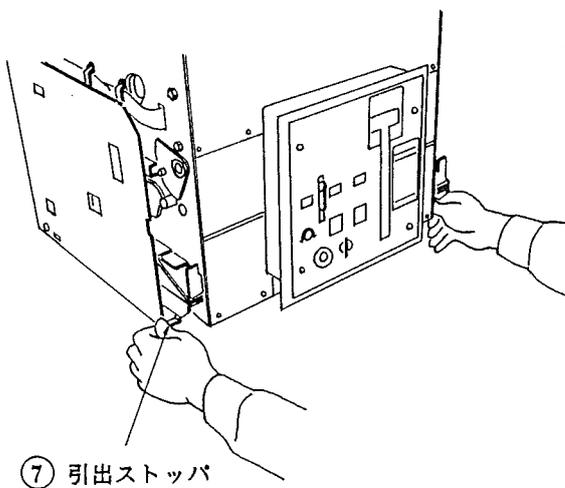
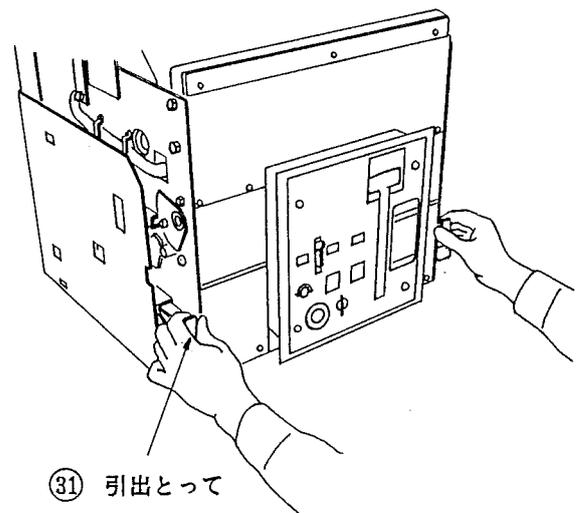

図19. 引出ストッパー解除方法
図20. 断路位置からの引出方法
- 1) 左右の引出ストッパー(図19 ⑦)を下げロックを解除し、遮断器本体の引出として(図20 ③1)を持って、手前に、ゆっくり引出して下さい。